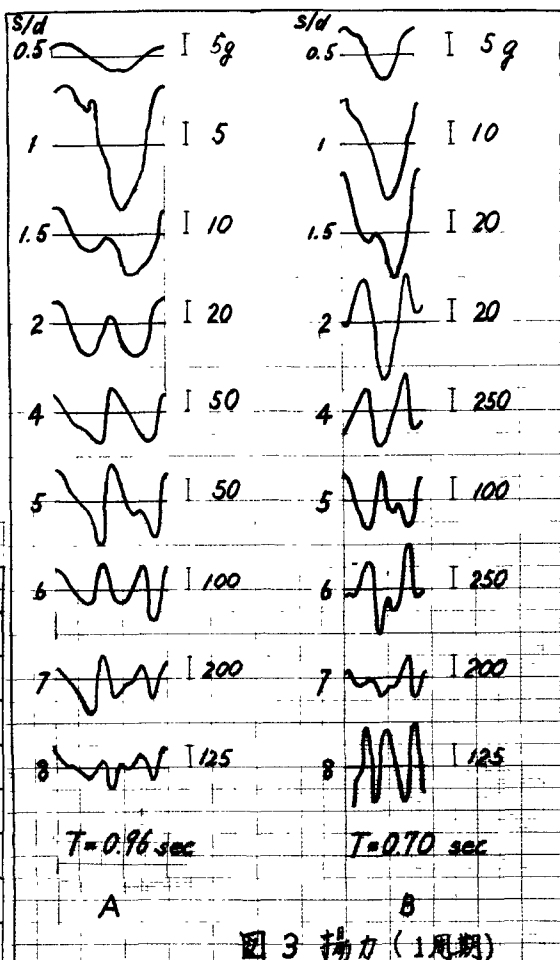

図3 揚力 (1周期)
② S/d による影響 渦の発生パターンは S/d (または k -数) によ、て変化する。 S/d の増加とともに渦の個数もふえていく。それを揚力のパターンで示したのが図3 A, Bである。振動1周期間に揚力の振動が1 cycle であ、たのば S/d の増加とともに3 cycle またはそれ以上にふえようとしている。揚力の振動数の変わり目は $S/d = 1.5$ と 5 ほどの様にふさいピークが生じている。以上の様に渦のパターンは S/d に大きく支配されるが、同じ S/d でもパターンが刻々と変化する場合がある。これは揚力のうなり現象として説明できる。